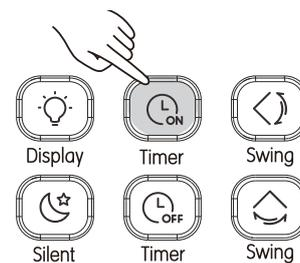

Figura 3.18
- 1) Pressione  (Figura 3.18) e o controle remoto exibirá "Timer On" (Temporizador ligar), e "0.0H" aparecerá na área do temporizador no display.